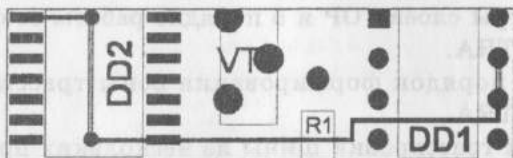

Рис. 2.19. Трасса A4 до коррекции
- трижды щелкнуть ЛК на контактах DD1/12 и DD1/13 —рис. 2.19.